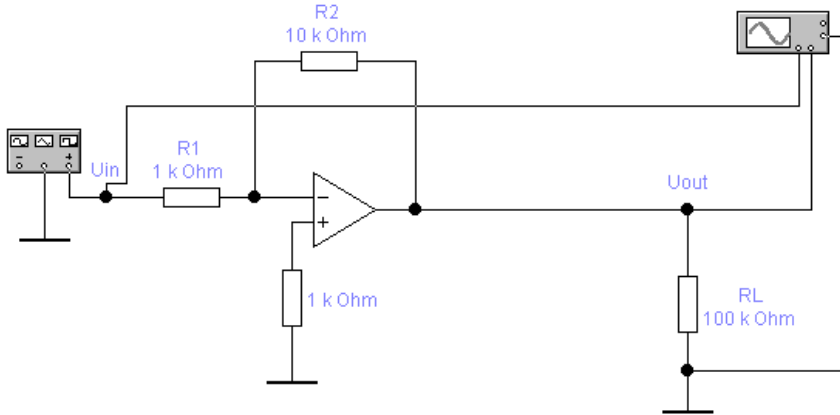

Рисунок 5.2 - Схема інвертуючого підсилювача
Коефіцієнт підсилення схеми інвертуючого підсилювача на ОП (рис. 5.2) визначається за формулою:
- 4 Скласти схему рис. 5.2.